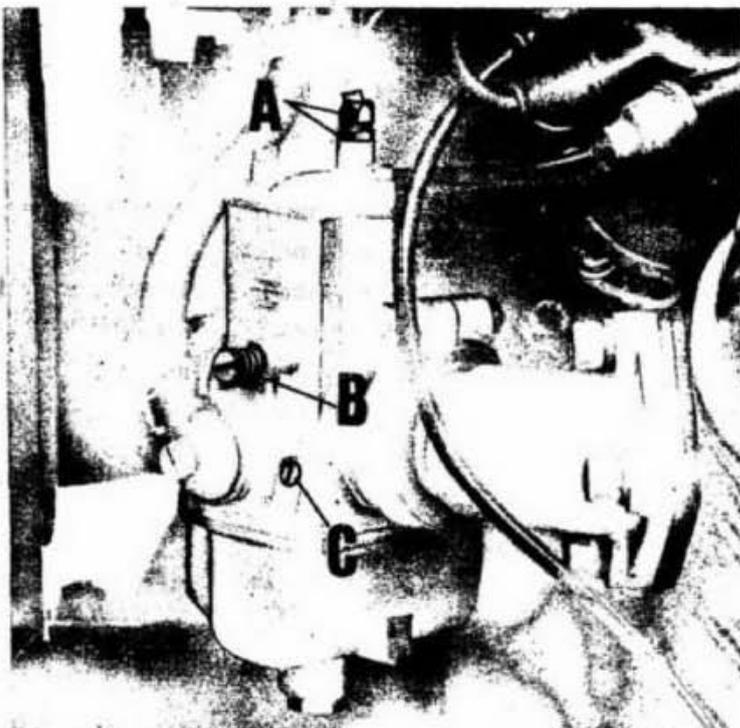

Fig. 13
- 2) Controllare la sincronizzazione delle valvole gas; questa operazione va eseguita con il contenitore filtro e manicolto di collegamento carburatori smontati; mentre si fa ruotare la manopola comando gas, con le dita a contatto delle valvole gas sui carburatori si dovrebbe individuare se le valvole aprono in uguale misura e nel medesimo istante: eventuali differenze di apertura vanno corrette agendo sulla vite tendifilo (vedere A di fig. 13) di un carburatore sino a che, ruotando la manopola gas, si constata la perfetta sincronizzazione di apertura delle valvole gas.
- 3) Regolare il minimo benzina agendo sulla vite C di fig. 13. Svitandola si aumenta l'afflusso di benzina, avvitandola si diminuisce. Per la regolazione, portare la vite a fondo corsa e successivamente svitarla di 1 giro e mezzo per il carburatore sul cilindro sinistro e 1 giro e $\frac{3}{4}$ + 2 giri per il carburatore sul cilindro destro. Con motore funzionante a circa 1.000 + 1.200 giri, staccare la candela da un cilindro ed agire sulla vite C di fig. 13 del carburatore del cilindro opposto svitandola o avvitandola in un campo limitato sin tanto che si raggiunge il punto di miglior rendimento e cioè un leggero aumento di giri.
- 4) Staccare il cavo candela dal cilindro destro, avviare il motore, ed accertarsi che si spenga dopo quattro o cinque scoppi; se si spegne prima, o dopo, agire sulla vite di regolazione minimo valvola gas (vedere B di fig. 13) fino a che il motore si spenga entro detto numero di giri. Ripetere l'operazione sul cilindro destro staccando il cavo candela dal cilindro sinistro ed avviare il motore; se il cilindro destro è nella normalità il motore deve spegnersi entro quattro o cinque scoppi, altrimenti passare alla regolazione agendo sulla vite (vedere B di fig. 13) come sopra sino a che il motore si spenga entro il medesimo numero di scoppi: riattaccare quindi il cavo alla candela del cilindro sinistro.